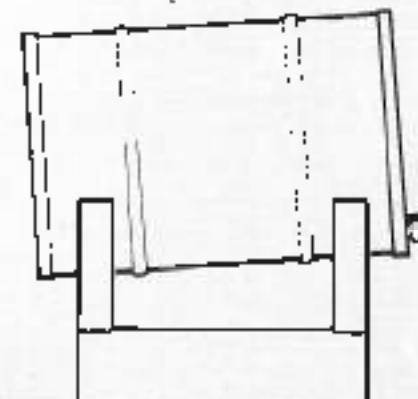

Fig. 98
5. Fig. 98. Los bidones deben almacenarse bajo cubierta para evitar la entrada de agua. También tienen que colocarse con una ligera inclinación para que no se acumule agua en la parte superior.